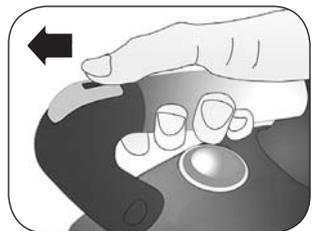

Abb. 7
- 6 Um den Dampfstoß zu unterbrechen, muss man den Schalter entriegeln (D). Die Verriegelung (E) (Abb. 7) nach vorne schieben.